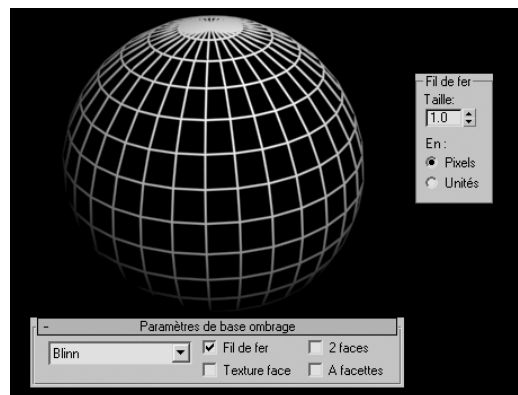

Fig.9.13
- **Fil de fer** : effectue un rendu du matériau en mode filaire. Vous pouvez définir la taille du fil de fer dans le panneau déroulant **Paramètres étendus** (fig.9.13). Vous avez le choix entre deux sortes de rendus pour les matériaux filaires :